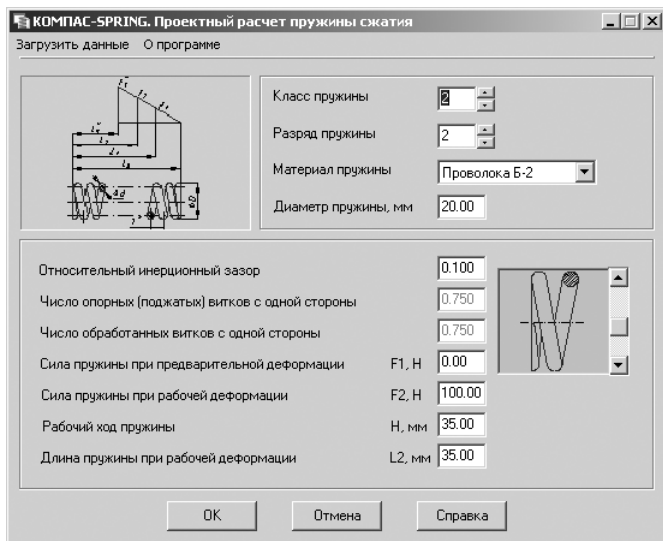

Рис. 4.34. Главное окно системы **КОМПАС-SPRING. Проектный расчет пружины сжатия**
- щелкните в главном окне системы **Проектирование цилиндрической пружины сжатия** по кнопке **Проектный расчет**. Появится главное окно системы **КОМПАС-SPRING. Проектный расчет пружины сжатия**. Проектный расчет пружины сжатия, см. рис. 4.34.
Первый способ – непосредственный ввод исходных данных в поля главного окна системы КОМПАС-SPRING. Проектный расчет пружины сжатия. Введите нужные вам значения проектируемой пружины, например те, которые представлены на рис. 4.34.